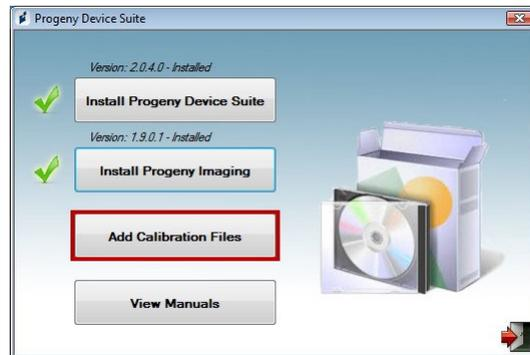

Figura 9: Instalación de archivos de calibración
- Para añadir el archivo de calibración a su ordenador, haga clic en el botón “Add Calibration Files” (Añadir archivos de calibración) (Figura 9).